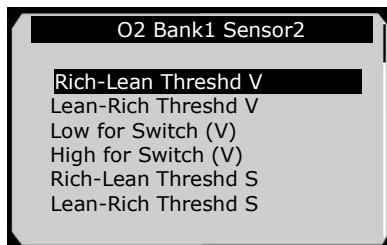

Figura 5.26
- 4) Vea los resultados de las pruebas de sensor de O2 seleccionado. (Figura 5.26)